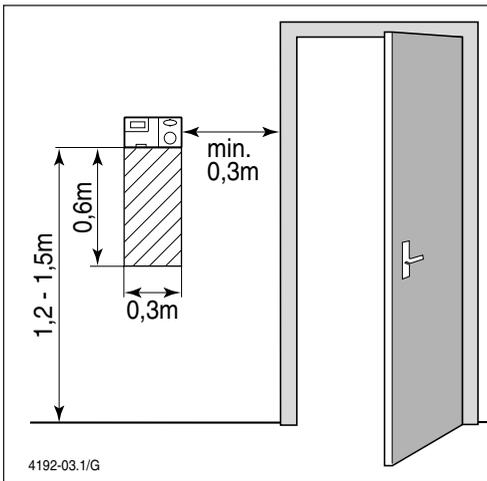

Bild 15 Empfohlener Montageort für TA 250
- ungehinderte Zirkulation der Raumluft durch die Lüftungsöffnungen oberhalb und unterhalb des TA 250 (schraffierte Fläche in Bild 15 freihalten).